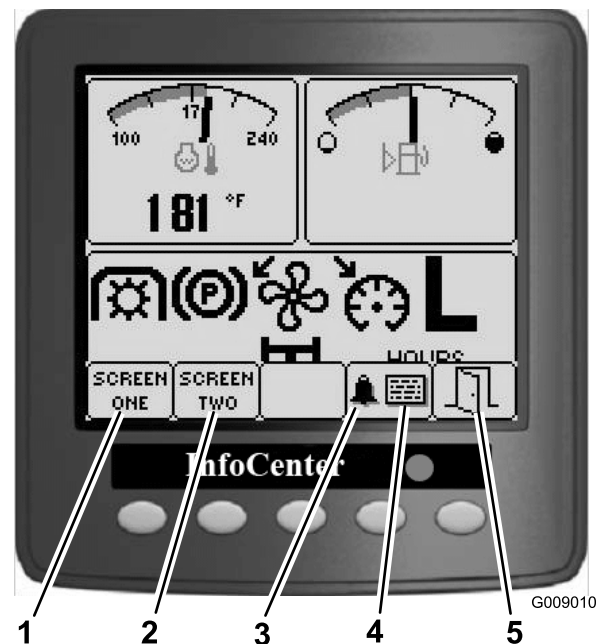

図 15
- ・ ボタンを押すことにより、スクリーン1またはスクリーン2の表示を見る、アラームを停止させる、異常の内容を見る、終了する、といった操作ができます（図 15）。